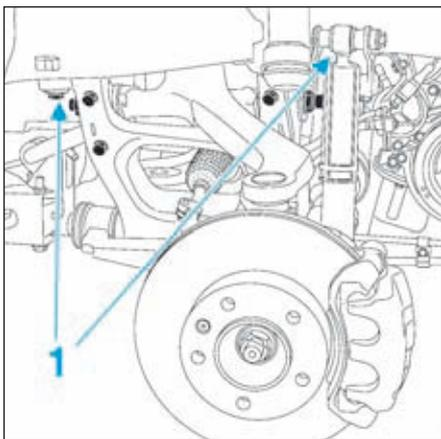

FIG.24
- Déposer les vis de fixation (1) du berceau (Fig.24).